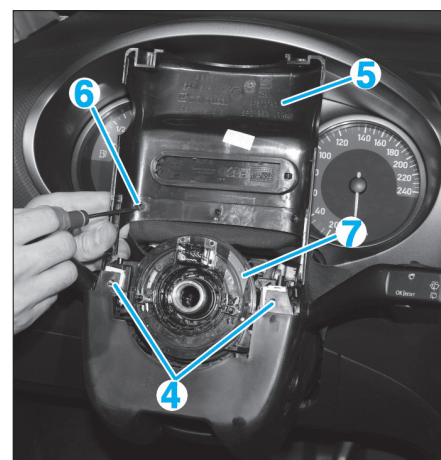

Fig. 32
- Déposer les vis (4) de la coquille inférieure de colonne de direction (Fig.32).